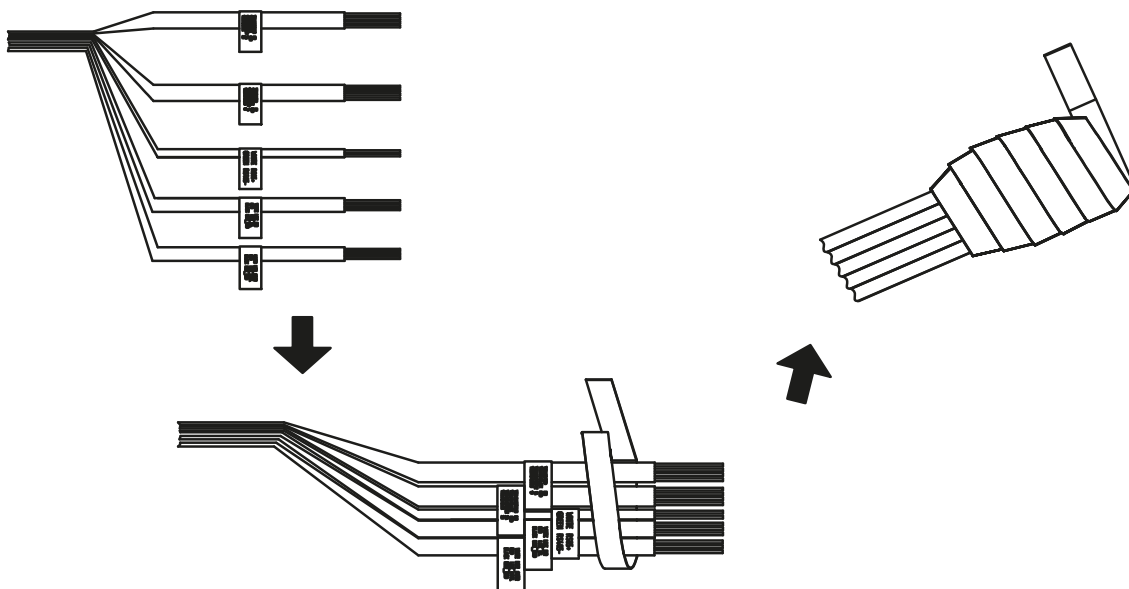

Рис. 2.14. Герметизация неподключенных кабелей (шаг 1)
5. Плотно оберните водонепроницаемую ленту вокруг оставшихся неподключенных кабелей, как показано на Рис. 2.14. Убедитесь, что все оголенные провода надежно изолированы водонепроницаемой лентой.